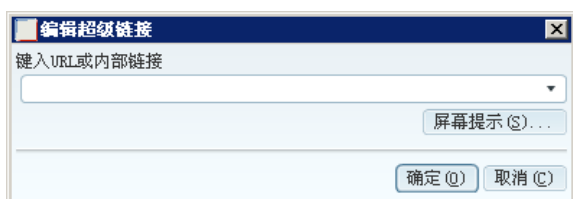
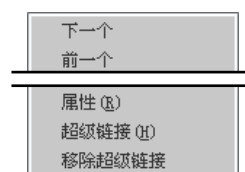

图 5.3.38 “编辑超级链接”对话框
图 5.3.39 快捷菜单
(10) 选择 **添加超级链接** 命令后, 系统弹出图 5.3.38 所示的“编辑超级链接”对话框, 在 **键入 URL 或内部链接** 下的文本框中输入所要链接到的文件夹或其他项目的地址, 单击 **确定(O)** 按钮, 即可创建超级链接, 添加完超级链接后, 在注解文本的下面出现下划线, 此时选取注解后, 在注解文本上右击, 系统弹出图 5.3.39 所示的快捷菜单, 在其中选择 **超级链接(O)** 命令可以重新编辑链接, 选择 **移除超级链接** 命令可以删除超级链接, 但删除后, 注解文本下方的下划线仍存在, 这需要在“注解属性”对话框中修改, 添加完超级链接后, 按住 **Ctrl** 键并单